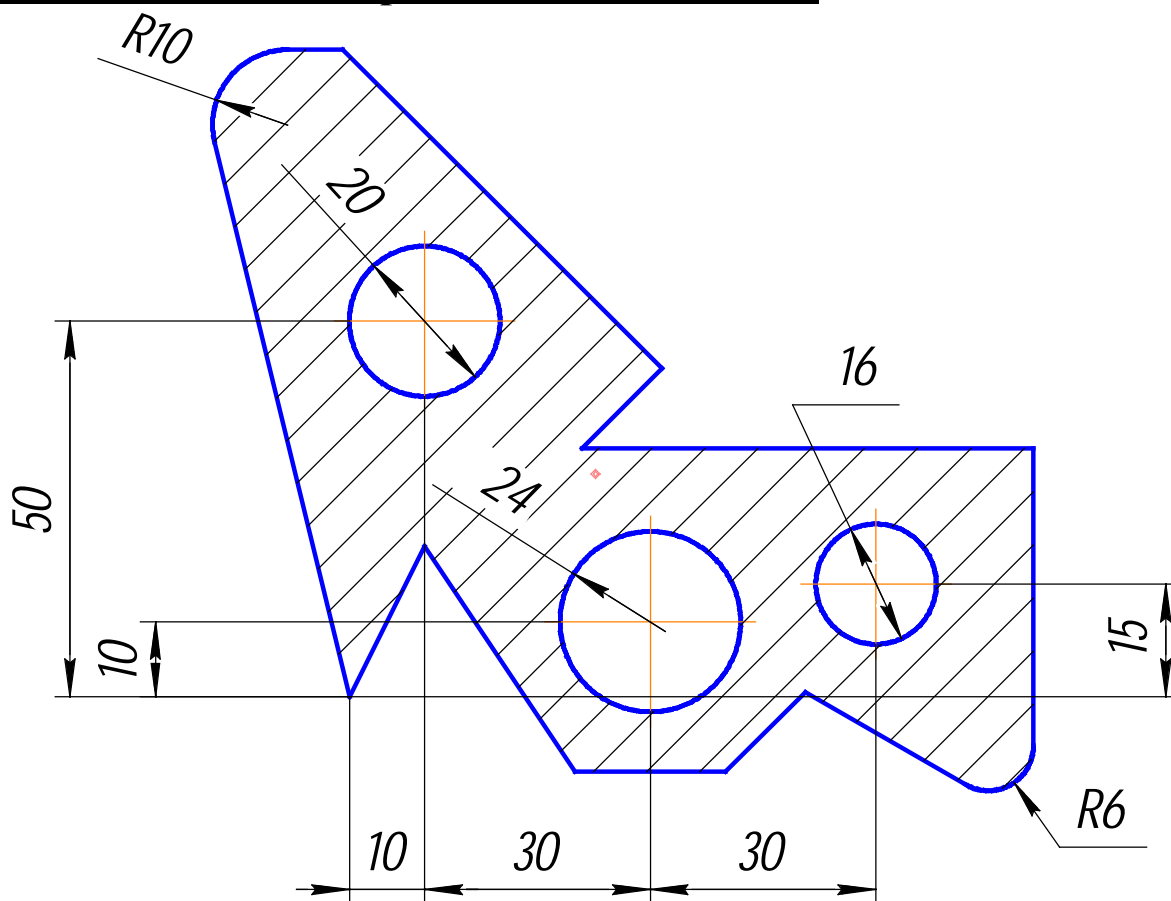
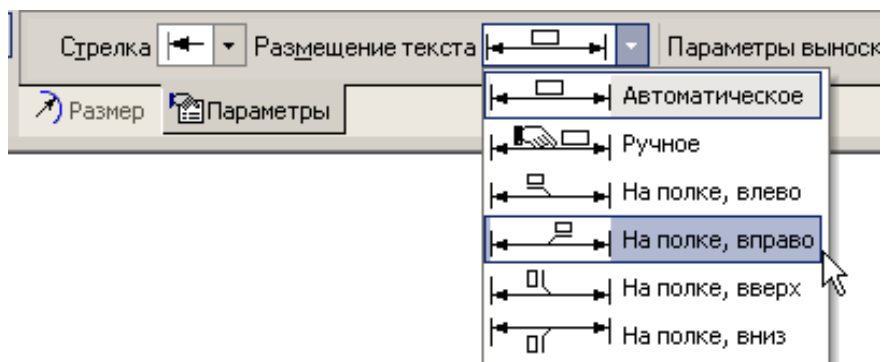
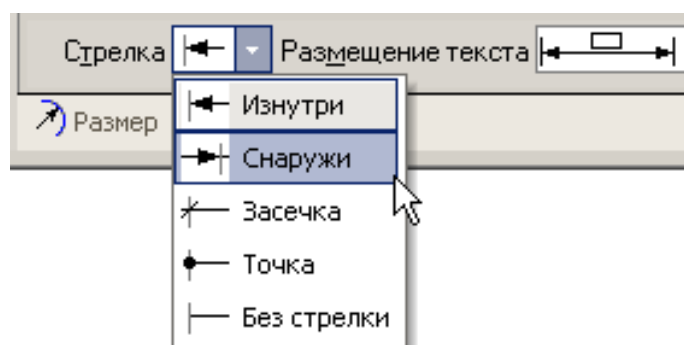
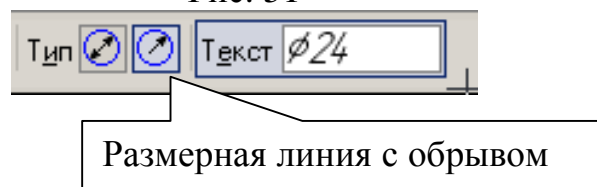

Рис. 41
Рис. 49
Рис. 50
Рис. 52
Задание (рис. 41):
- Проставьте размер радиуса $R10$. Для этого установите курсор на дуге, щелкните левой кнопкой мыши и расположите размер согласно рис. 41.
В параметрах: в *размещении текста* установите **На полке вправо**, рис. 49, **Стрелка – Снаружи**, рис. 50. Проставьте размер согласно рис. 41. Прервите команду.
- Для простановки диаметра $\varnothing 20$ мм в автоматическом режиме установите курсор на окружности, щелкните левой кнопкой мыши и расположите размер согласно рис. 41.
- Для простановки диаметра $\varnothing 16$ мм на полке установите курсор на окружности, щелкните левой кнопкой мыши, активизируйте **Параметры - Размещение текста - На полке вправо** (рис. 49) и расположите размер согласно рис. 41.
- Для простановки диаметра $\varnothing 24$ с обрывом в ручном режиме установите курсор на окружности, щелкните левой кнопкой мыши, активизируйте кнопку **Размерная линия с обрывом**, рис. 52. Сделайте активными **Параметры – Размещение текста – Ручное** (рис. 49). Расположите размер согласно рис. 41.